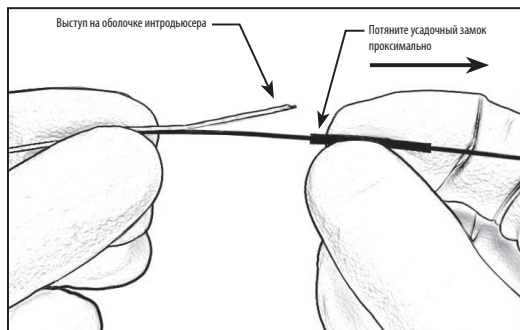

Рисунок 3. Потяните усадочный замок проксимально
- Удерживая устройство немного дистальнее усадочного замка, потяните усадочный замок проксимально, чтобы открыть выступ на оболочке интродьюсера. См. рисунок 3.